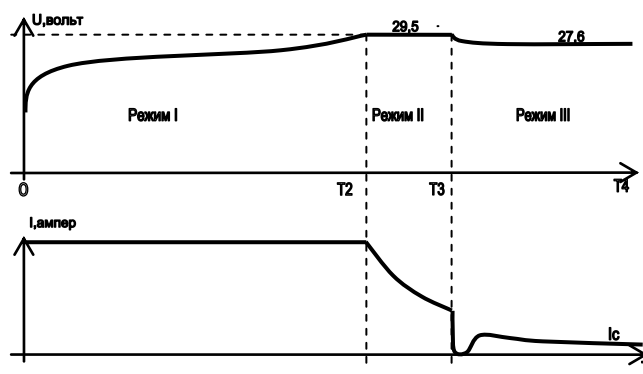

Рис. 1
Зависимость величины зарядного тока (I) от напряжения на аккумуляторе (U) в разных режимах работы устройства показана на РИС.1. В режим I устройство включится, если Ваш аккумулятор разряжен. В этом случае аккумулятор заряжается максимальным током до тех пор, пока напряжение на аккумуляторе не достигнет так называемого избыточного напряжения 29.5 Вольт (интервал времени $0 \div T_2$). Этот режим известен как режим заряда аккумулятора постоянным током. К моменту времени T_2 аккумулятор заряжается на 85% своей емкости. Дальнейшее сохранение довольно большого зарядного тока не целесообразно, так как приводит к обильному кипению электролита, что не желательно. Поэтому устройство переходит в режим заряда аккумулятора при фиксированном напряжении. В этом режиме (интервал времени $T_2 \div T_3$) напряжение на аккумуляторе поддерживается постоянным и равно 29.5 Вольт при спадающем зарядном токе. Благодаря этому удастся избежать кипения электролита и других нежелательных явлений. При снижении зарядного тока до уровня примерно 1/4 максимального, зарядное устройство переключается (момент времени T_3), и в дальнейшем будет поддерживать на аккумуляторе напряжение 27.6 Вольт, компенсируя при этом ток саморазряда (I_c) аккумулятора (режим III). В этом режиме и аккумулятор, и зарядное устройство могут работать сколько угодно долго.